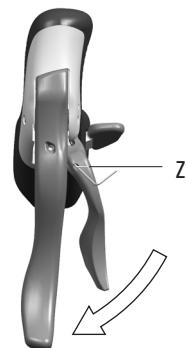
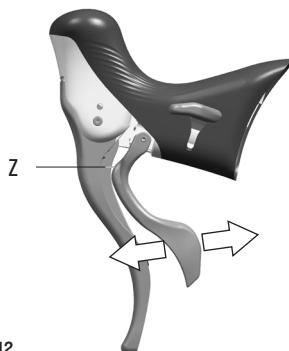

Fig.11
Fig.12
La posizione della leva esterna, più o meno vicina alla leva del freno, è impostabile agendo sul grano presente all'interno del foro Z (Fig.11 / Fig. 12). La corretta posizione della leva esterna deve essere tale che la leva sfiori, ma non tocchi, il gommino presente sulla leva del freno.
- Ruotate la chiave a brugola in verso orario (Fig.11) se dovete allontanare la leva dalla leva del freno (Fig. 12) oppure in verso antiorario se dovete avvicinare la leva.